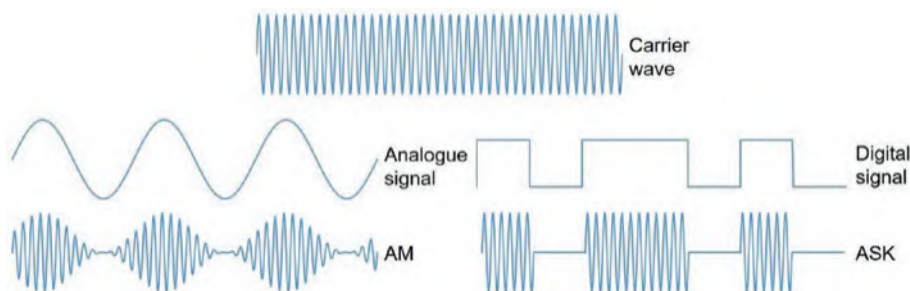

Рисунок 15-1. Амплитудная модуляция (AM) и амплитудная манипуляция (ASK)
В телекоммуникациях и обработке сигналов информация передается на несущей радиоволне с помощью модуляции ее амплитуды или частоты. Радиоволны имеют частоты между 20 кГц и 300 ГГц, соответствующие длинам волн от 15 км до 1 мм, и перемещаются со скоростью света. Радиоволны с частотами выше 300 МГц называются микроволнами⁷⁶. Для радиочастотной (RF) связи с амплитудной модуляцией (AM) амплитуда передачи пропорциональна амплитуде сигнала, а частота передачи постоянна (см. рис. 15-1). И наоборот, для частотной модуляции (FM) амплитуда передаваемого сигнала постоянна, а частота передачи пропорциональна амплитуде сигнала. AM используется для связи между двусторонними радиостанциями, радиостанциями в гражданских диапазонах частот и авиационными УКВ-радиостанциями. FM используется в телеметрии и радиовещании, так как FM имеет более высокое отношение сигнал/шум, чем AM при той же мощности передачи.
нала несущей, либо отсутствием сигнала. На рис. 15-1 сигнал 1011010 представлен в цифровой форме и как сигнал ASK.